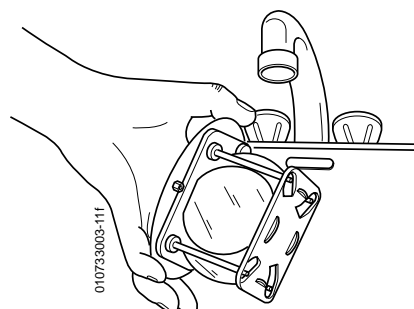

FIG. 6
- 6) Passer le bloc optique sous l'eau chaude ou le tremper dans l'eau chaude, puis le sécher avec de l'air comprimé (FIG. 6).